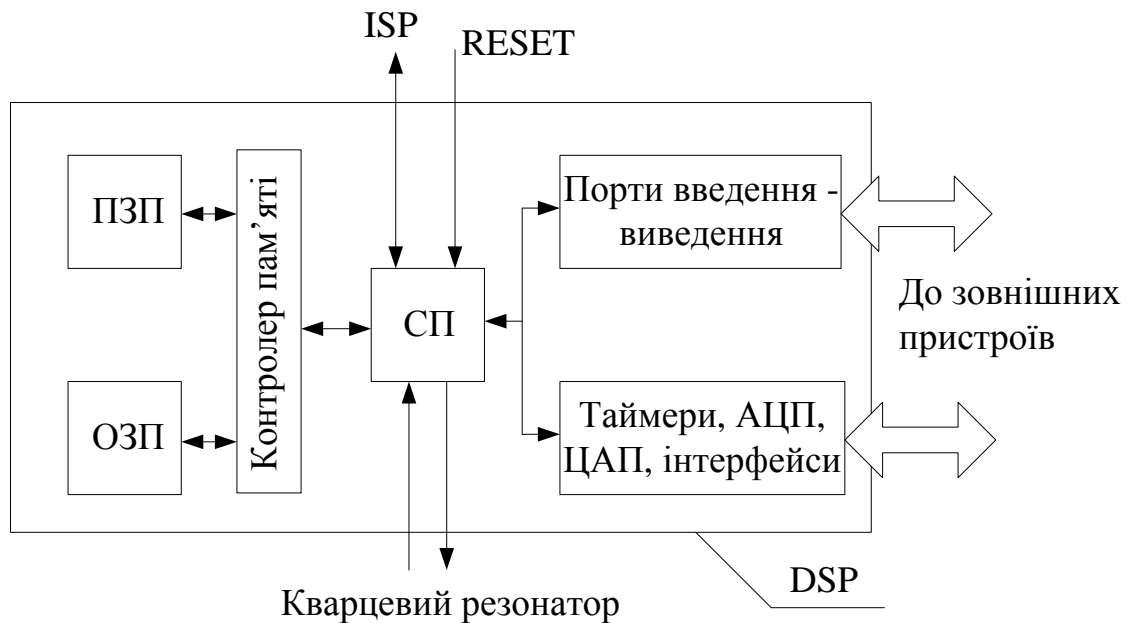

Рисунок 3 – Функціональна схема DSP
*Цифрові сигнальні процесори* (англ. DSP - Digital Signal Processor) теж відносяться до підвиду «мікроконтролерних» (рисунок 3). Їх «коником» є обробка широкосмугових сигналів в режимі реального часу. Це характерно